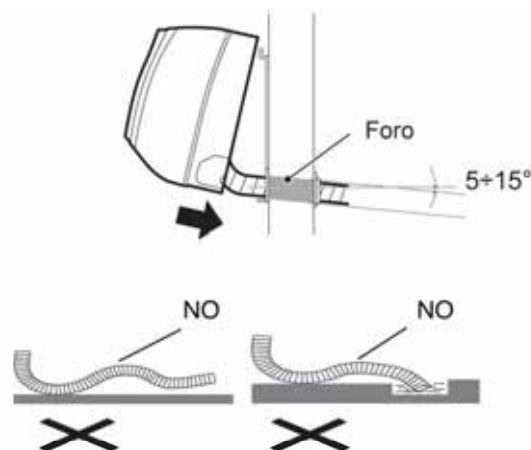

Fig. 10
2. Non attorcigliare, curvare o riempire d'acqua il tubo flessibile (vedi fig. 10).